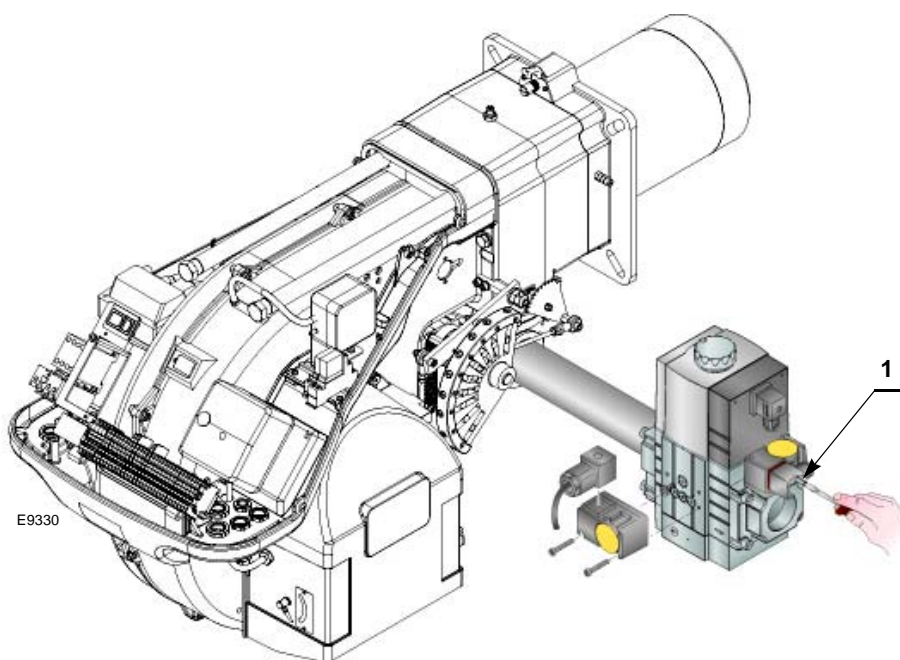

图 27
- 连接一个压力计到最小燃气压力开关的压力测试点 1 (图 27)，检查燃气供应压力：必须低于燃气阀组所能允许的最大压力，见燃气阀组标牌。
- 将燃气阀组管路中的空气排净，连接一个塑料管到最小燃气压力开关的压力测试点 1 (图 27)。将该塑料管伸到建筑物外，可以闻到燃气的味道。